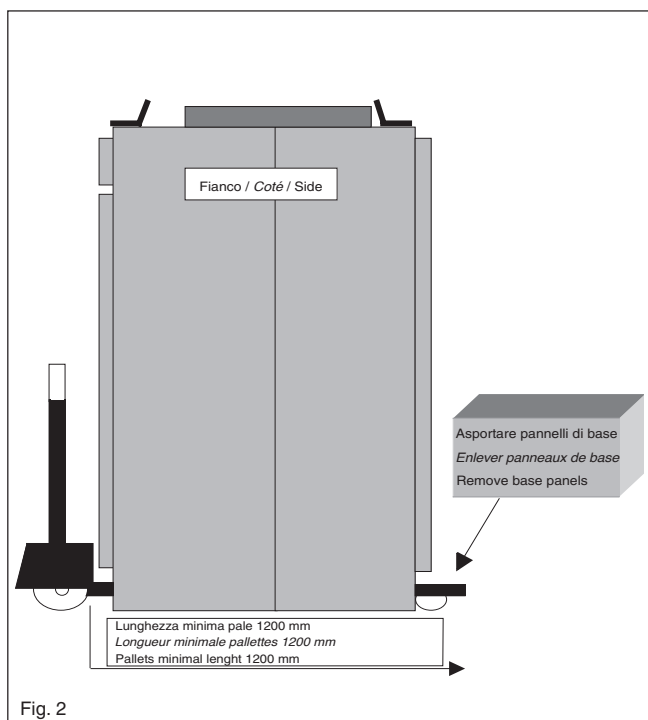

Fig. 2
- carrello elevatore o transpallets dalla base del quadro solo per quadri SystemLV2002 (fig. 2);
- *chariots élévateurs ou transpallettes à la base du tableau seulement pour série System LV2002 (fig. 2);*
- lift trucks or electric trucks from the basement of the switchboard only for System LV2002 (fig. 2);